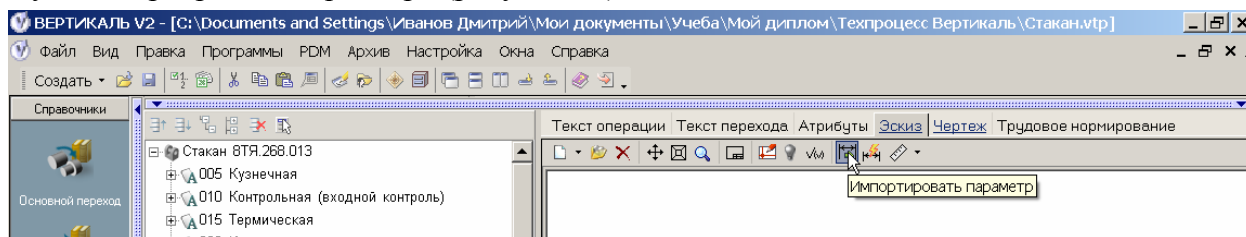

Рисунок 69 – Импортирование параметра из эскиза в переход
2.12.12 Для более удобного последующего редактирования технологического процесса можно настроить связь между размерами на операционном эскизе и в тексте переходов операции. Для этого выделяем нужный переход в дереве ТП, на инструментальной панели вкладки «Эскиз» нажимаем кнопку «Импортировать параметр» (рисунок 69).